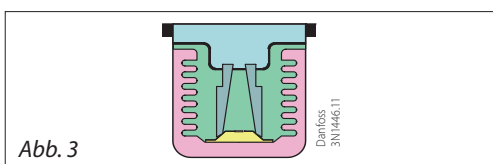

Abb. 3
3. **Abb. 3:** Fühler im hermetisch abgedichteten thermostatischen Element